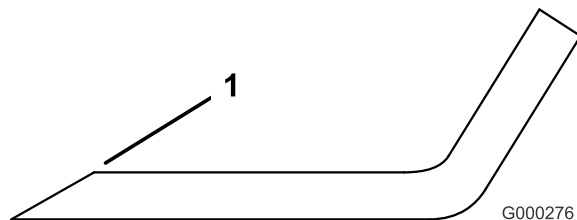

Figura 23
1. Affilate il tagliente da entrambe le estremità della lama (Figura 23). Rispettate l'angolazione originale. La lama conserva il proprio equilibrio soltanto se viene rimossa una quantità uguale di materiale da entrambi i taglienti.